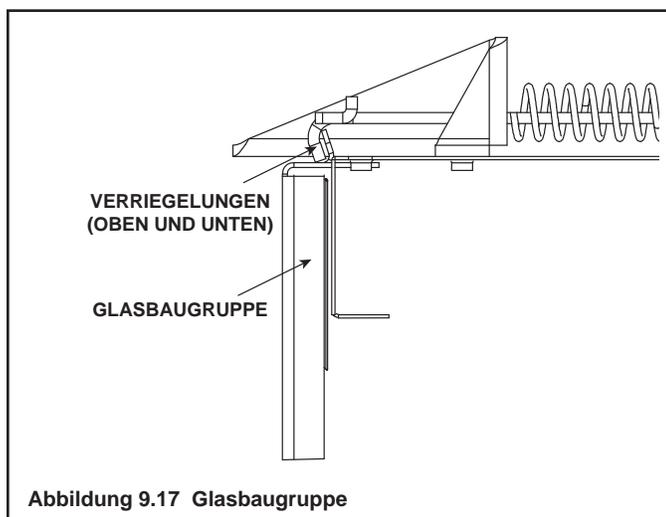

Abbildung 9.17 Glasbaugruppe
- Achten Sie genau darauf, wie die Halterungen am Glas sitzen. Lösen Sie nun die beiden Federverriegelungen an der Oberkante und an der Unterkante der Tür. Heben Sie das Glas vorsichtig an und entfernen Sie es vom Gerät. Siehe Abbildung 9.17.
- Ziehen Sie die vier Verriegelungen der Glasbaugruppe aus der Nut am Glasrahmen. Bauen Sie die Glastür aus dem Gerät aus (siehe Abbildung 9.17).